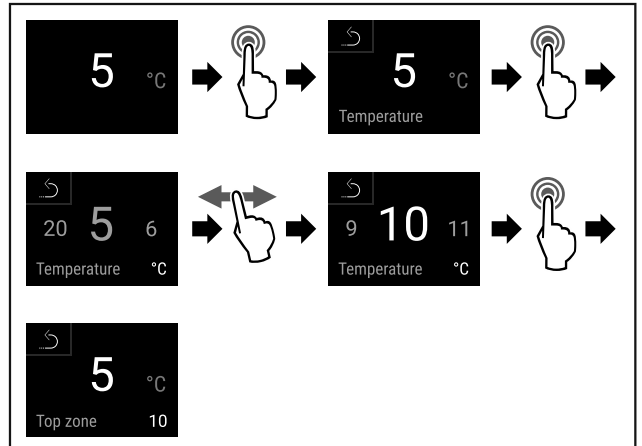

Fig. 67
- ▶ Udfør handlingstrinene (se Fig. 67).